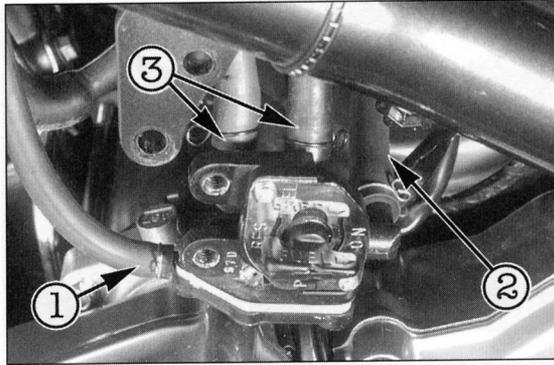

Bild 12
- Nach Lösen der Federschlauchschellen, Unterdruckschlauch ① Bild 12 und den Schlauch zum Vergaser ② abnehmen.